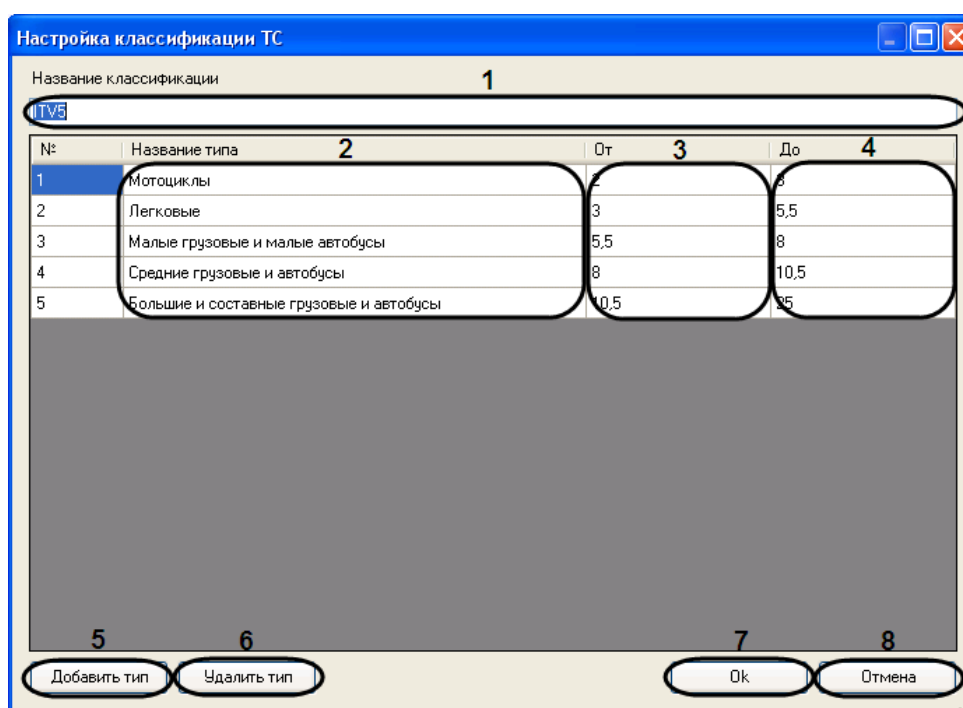

Рис. 7.7—13. Настройка классификации транспортных средств по длине
4. В поле «Название классификации» (см. Рис. 7.7—13, 1) ввести название настраиваемой классификации транспортных средств.